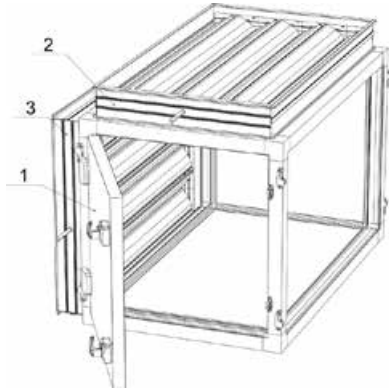

Abbildung 4.7.1
1. Einstufiges Mischteil mit zwei Klappen außen (*Abbildung 4.7.1*).